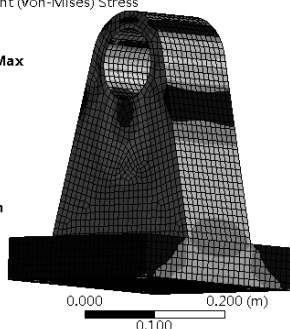

图 5-159 真实比例应力结果
Step5：在 Outline 栏 Solution (A6) 中的 Equivalent Stress 项上单击，显示应力结果，如图 5-159 所示。